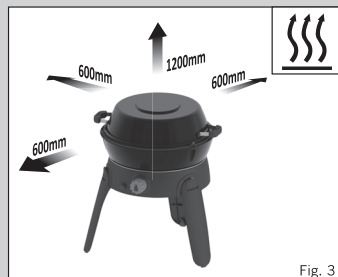

Fig. 3
- Zorg ervoor dat het toestel gebruikt wordt uit de nabijheid van brandbare materialen. Minimaal veilige afstanden zijn: Boven het toestel: 1,2 m. Aan de achterkant en aan de zijkanten: 600 mm. (Zie fig. 3)